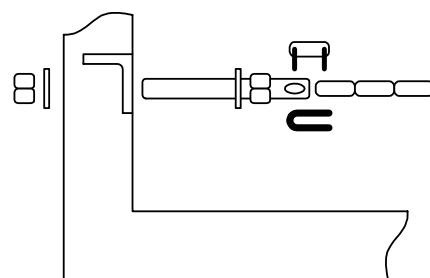

Figura 10
1. Asegure los brackets de la cadena a cada punta de la puerta de modo que los brackets estén a nivel de los moldes agujerados superiores en el gabinete del operador. Los brackets deben estar adjuntas al interior del marco de tal manera que los pernos de cadena, cuando estén adjuntos, no se proyecten más allá del marco de la puerta (figura 10).
4. Adjunte la cadena a los pernos de cadena usando las conexiones maestras proporcionadas, y luego pegue los pernos a los brackets de cadena usando el material suministrado (figura 10). Hacer cualquier ajustes a la longitud de la cadena en este momento.